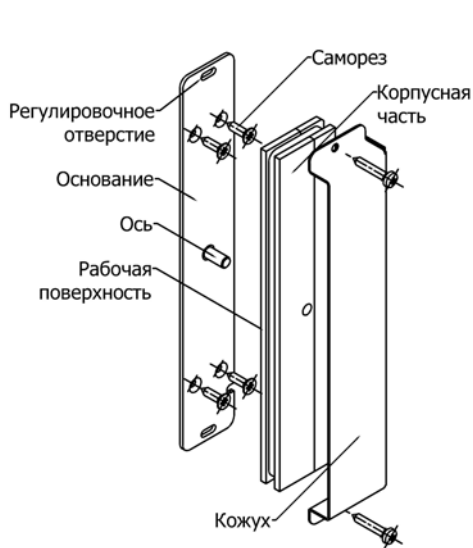
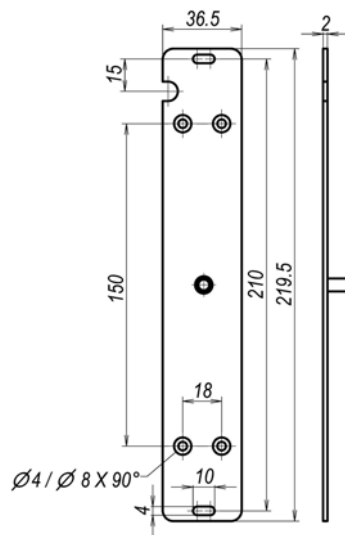

Рис.3
Рис.4
5.3 Основание корпусной части крепится на дверной коробке через два овальных отверстия (рис.3) саморезами Ø3 мм с учетом габаритно-установочных размеров и расположения выводов управления (рис.4).